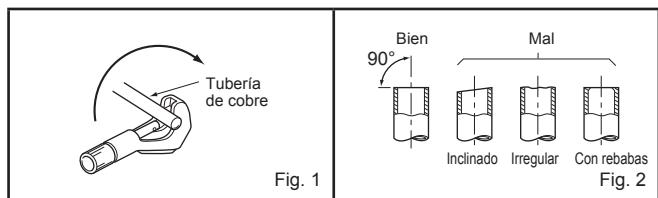

Fig. 1
- 3) Una la tubería de conducción a la placa de conducción con la tuerca de fijación. El cable de conexión de la unidad interior/exterior (A) que procede desde el interior de la tubería de conducción debe ser menor de 7/8 pulg. (23 mm). (Fig. 1)
- La manguera de drenaje debe quedar hacia abajo para facilitar el drenaje. (Fig. 1)
- 1) Corte el tubo de cobre correctamente con un cortador de tubos. (Fig. 1, 2)